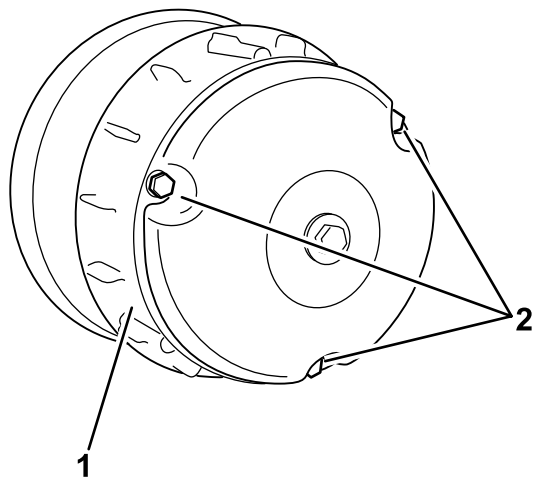

Bild 58
- Entfernen Sie die drei Schrauben, mit denen die Abdeckung an der Kupplung befestigt ist, und nehmen Sie die Abdeckung ab (Bild 58).
4. Setzen Sie die Kupplungsabdeckung auf und befestigen Sie sie mit den drei in Schritt 2 entfernten Schrauben (Bild 58).